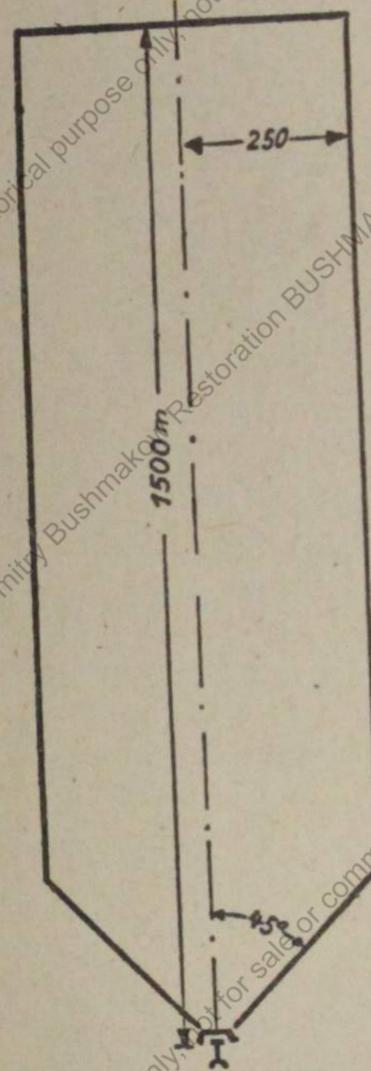

Bild 17
- Absperrung der Schußbahn siehe Bild 17.